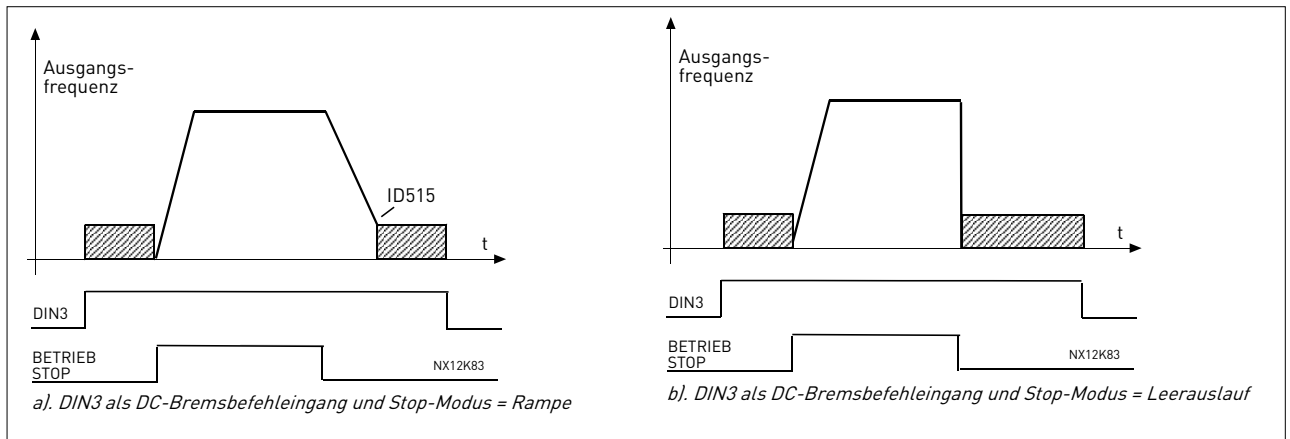

Abbildung 8-9. DIN3 als DC-Bremsbefehleingang: a) Stopmodus = Rampe, b) Stopmodus = Leerauslauf
- 12 DC-Bremsbefehl Kontakt geschlossen = Im Stopmodus arbeitet die DC-Bremsung, bis der Kontakt öffnet (siehe Abbildung 8-9 sowie Parameter ID507 und ID1080)